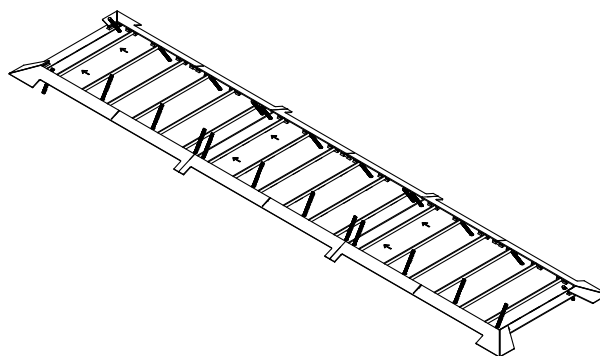

Figure 35
3. Enfoncer les barres d'armature de 5/8 po x 15 po au marteau dans les trous percés. Les laisser dépasser de 10 mm (3/8 po) au-dessus des plaques de roulage. Voir **figure 35**.